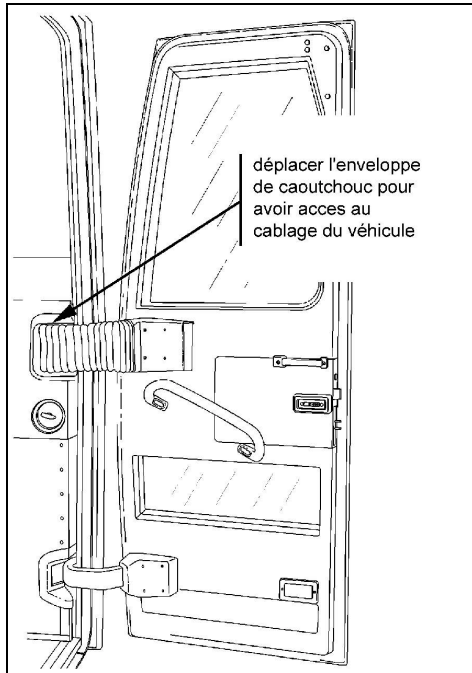

FIGURE 1 : ACCÈS AU CÂBLAGE DU VÉHICULE, COTÉ DROIT
3. L'accès au câblage intérieur du véhicule pour le rétroviseur gauche se fait par le compartiment de service avant. Pour le câblage intérieur du rétroviseur droit, accéder par l'ouverture derrière la charnière au haut de la porte (voir figure 1).